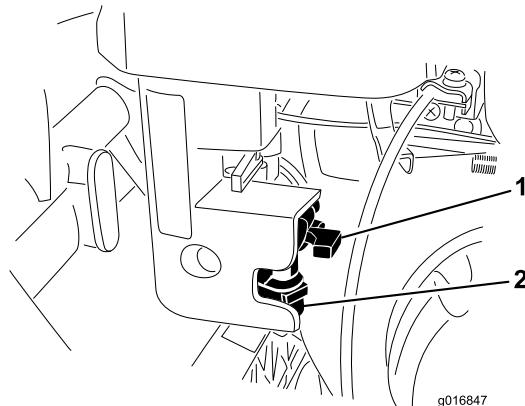

Bild 36
1. Schließen Sie den Kraftstoffhahn und schrauben Sie den Tankdeckel vom Filtergehäuse ab (Bild 36).